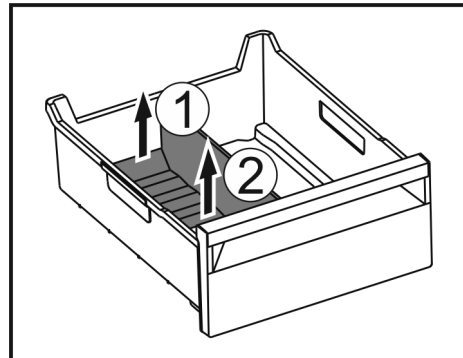

Fig. 146
- Nosta jäälaatikon jakajan takaosaa. Fig. 146 (1)
- Poista jäälaatikon jakaja ylöspäin. Fig. 146 (2)